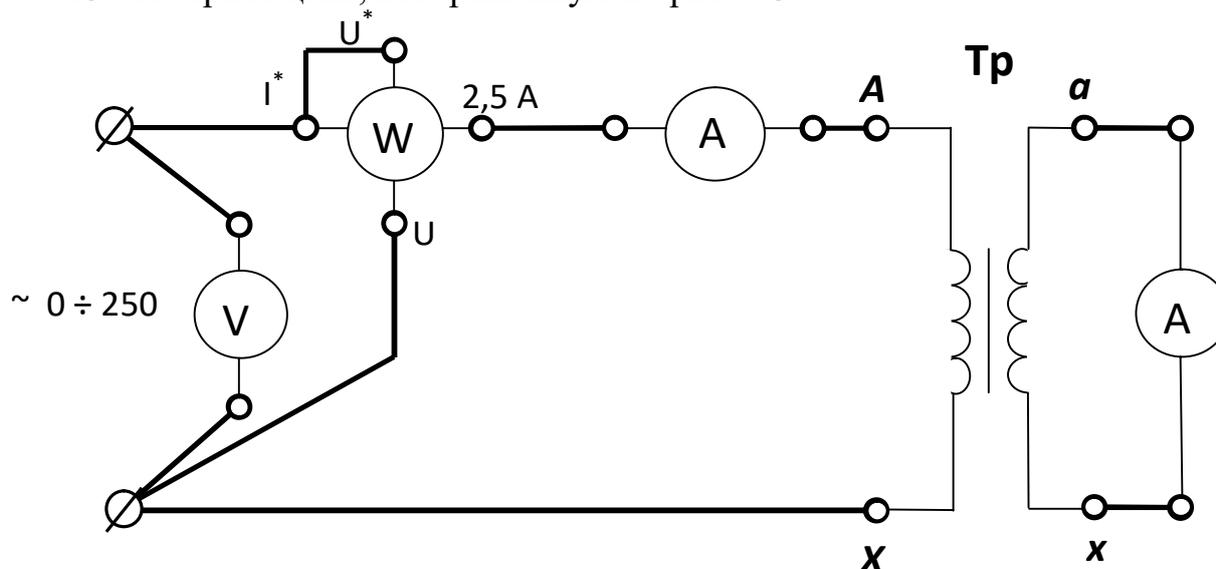

Рис. 4.3. Схема проведения опыта короткого замыкания
13. Соберите цепь, изображенную на рис. 4.3.